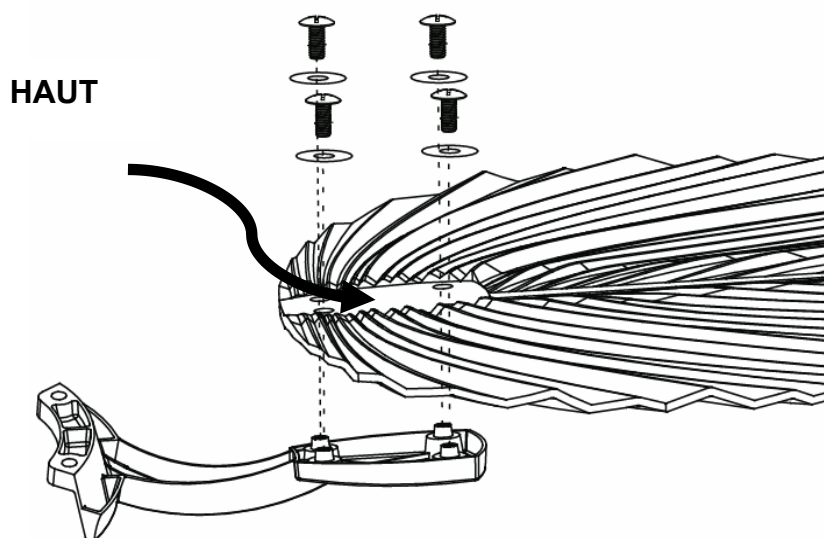

Fig. 5.1
1. Montez les pales à leur support en serrant les 4 vis et rondelles de fixation. Faites bien attention à l'orientation correcte des pales : le côté marqué HAUT est du côté des têtes de vis. (Fig. 5.1).